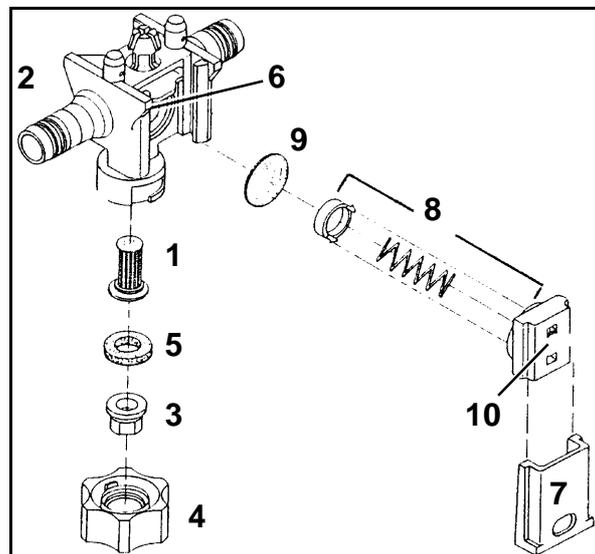

Fig. 203
1. Kontrollieren Sie von Zeit zu Zeit den Sitz des Schiebers (Fig. 203/7). Hierzu den Schieber so weit in den Düsenkörper (Fig. 203/2) einschieben, wie dies mit mäßiger Daumenkraft möglich ist. Den Schieber im Neuzustand keinesfalls bis zum Anschlag hineinschieben.
1. Den Düsenfilter (Fig. 203/1) von unten in den Düsenkörper (Fig. 203/2) einsetzen.
2. Die Düse (Fig. 203/3) in die Bajonettmutter (Fig. 203/4) einlegen.
3. Gummidichtung (Fig. 203/5) oberhalb der Düse einlegen.
Ablagerungen am Membransitz (Fig. 203/6) sind die Ursache für ein **nicht** nachtropffreies Abschalten der Düsen bei abgeschaltetem Gestänge. Dann die entsprechenden Membrane wie folgt reinigen:
1. Den Schieber (Fig. 203/7) aus dem Düsenkörper (Fig. 203/2) in Richtung Bajonettmutter herausziehen.
2. Das Federelement (Fig. 203/8) und die Membrane (Fig. 203/9) herausnehmen.
3. Den Membransitz (Fig. 203/6) reinigen.
Auf die richtige Einbaurichtung des Federelementes achten. Die rechts und links abgesetzten, ansteigenden Kanten am Gehäuse des Federelementes (Fig. 203/10) müssen beim Einbau in Richtung Gestängeprofil ansteigen.